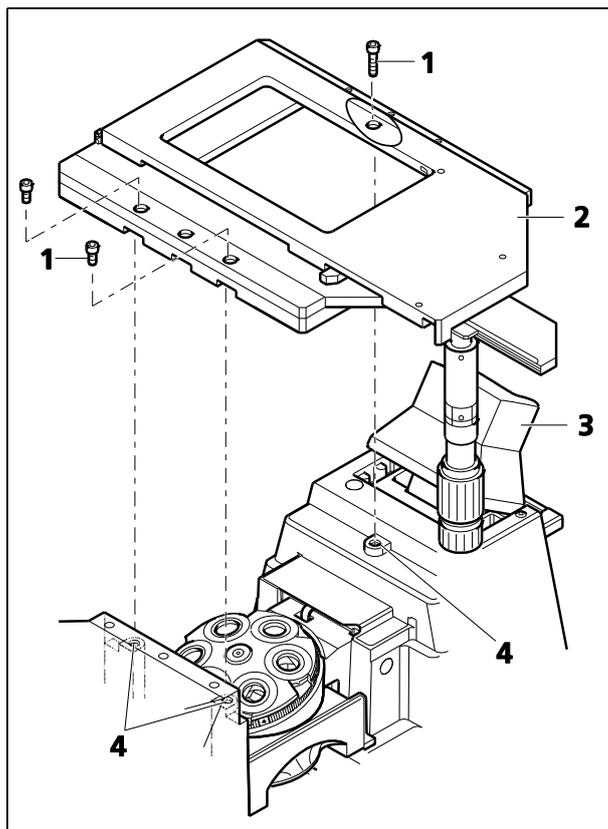

Fig. 21 Montage de la platine mécanique 130x85
- Lors de l'assemblage de la platine, pour en améliorer l'accès, il est possible d'incliner vers l'arrière le support d'éclairage en lumière transmise (Fig. 21/3) (le cas échéant).
- Placer la platine mécanique (Fig. 21/2) sur les trois points de contact (Fig. 21/4) du statif, puis la fixer à l'aide de trois vis à 6 pans creux (Fig. 21/1) (deux à l'avant, une à l'arrière).